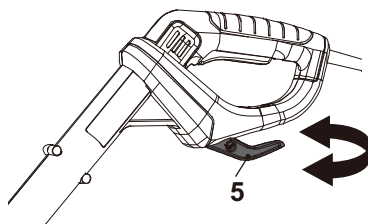

Fig. 27
3. Empurre o protetor de plantas (13) para dentro, se necessário.
4. Rode o recipiente do cabo (rotativo) (5) e assegure que a ponta do recipiente do cabo (rotativo) (5) está apontada para trás (Fig. 27).